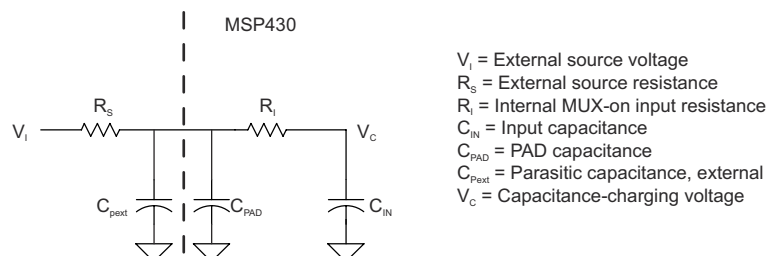

图 8-18. eCOMP Input Circuit
(1) See 图 8-18 for eCOMP  $C_{IN}$  model.